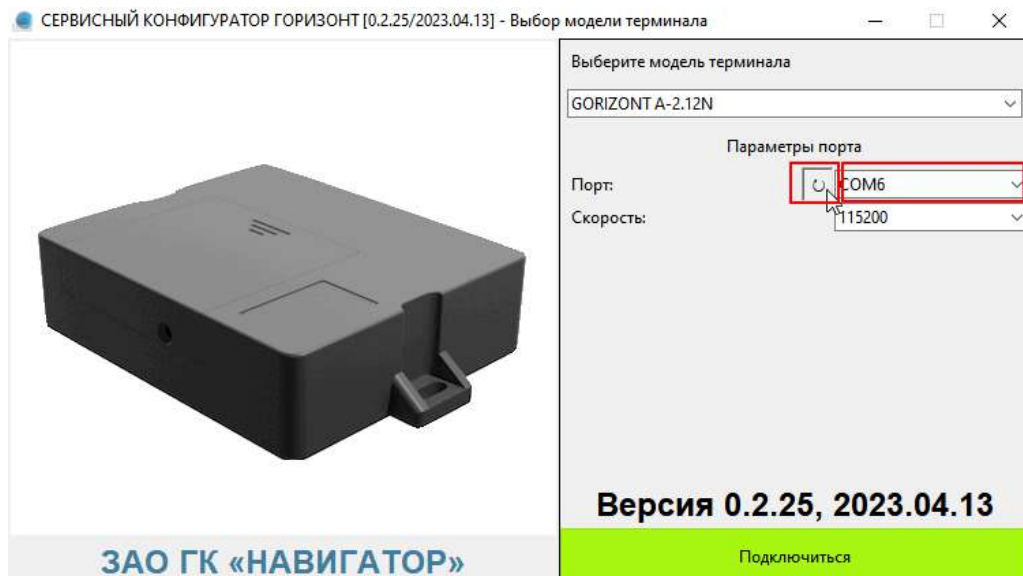

Рисунок 11 – Нажатие на кнопку «Обновить» и отображение номера подключенного порта
4. Перейти в окно программы, нажать кнопку «Обновить» порты. После её нажатия появится номер COM-порта в системе от подключенного переходника USB-485 сервисного жгута (Рисунок 11).